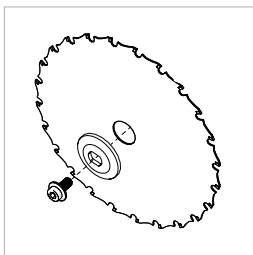

Fig. 20b
- Montering av den yttre bladflänsen och flänsbulten. (**Fig. 20b**)